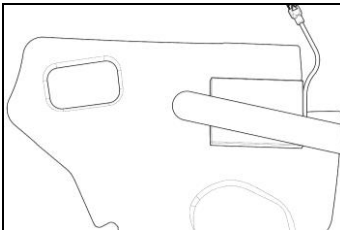

Abb. 32
- Positionieren Sie die Batterie in ihrem Sitz im rechten Polystyrol-Wangenteil und machen Sie sie mit der Klettverschlussborte fest (Abb. 32).